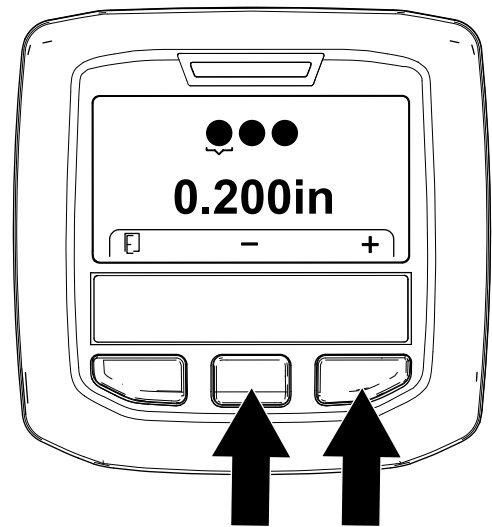

Figura 59
5. Reglați diametrul dinilor (Figura 59) după cum urmează: